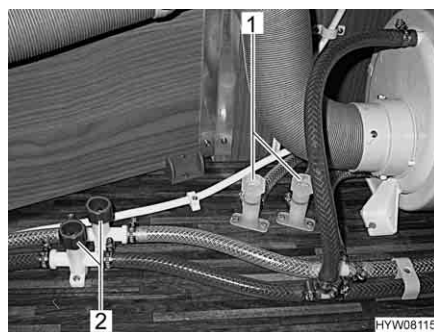

Fig. 133 Rubinetti di scarico per scaldacqua
- Chiudere tutti i rubinetti di scarico. Ruotare i coperchi (Fig. 133,1 e 2) in senso orario.
- Aprire tutti i rubinetti di scarico. A tal fine ruotare i coperchi (Fig. 133,1 e 2) in senso antiorario.